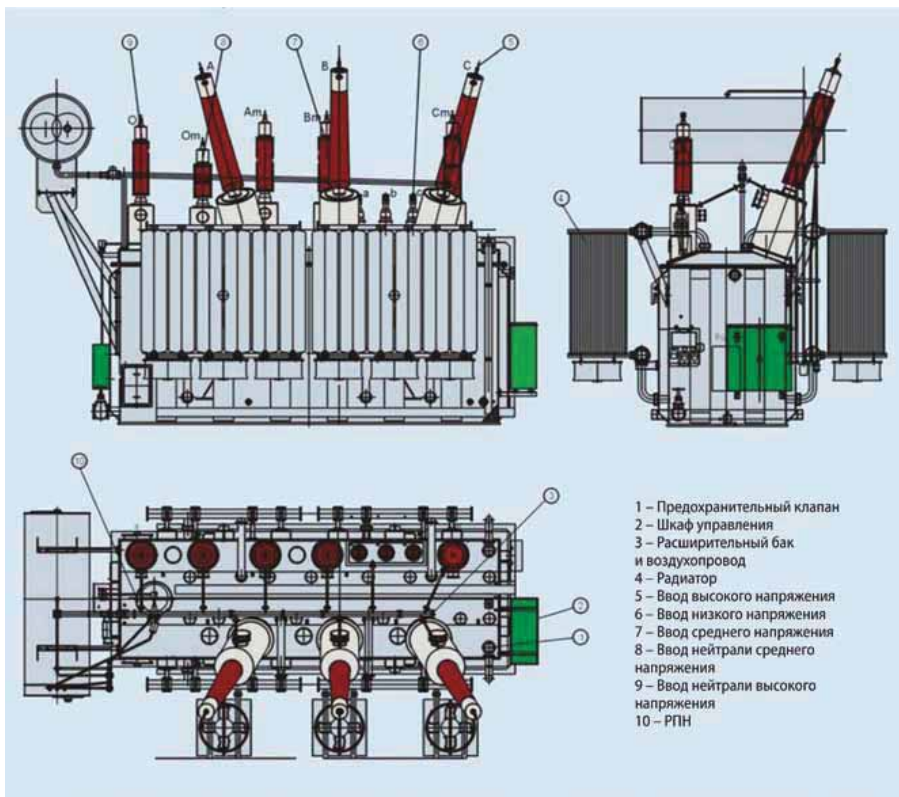

Рис. 6.1 Внешний вид и размеры трехфазного трансформатора с регулированием напряжения под нагрузкой 220 кВ
6. Внешний вид и размеры (см. рис. 6.1)